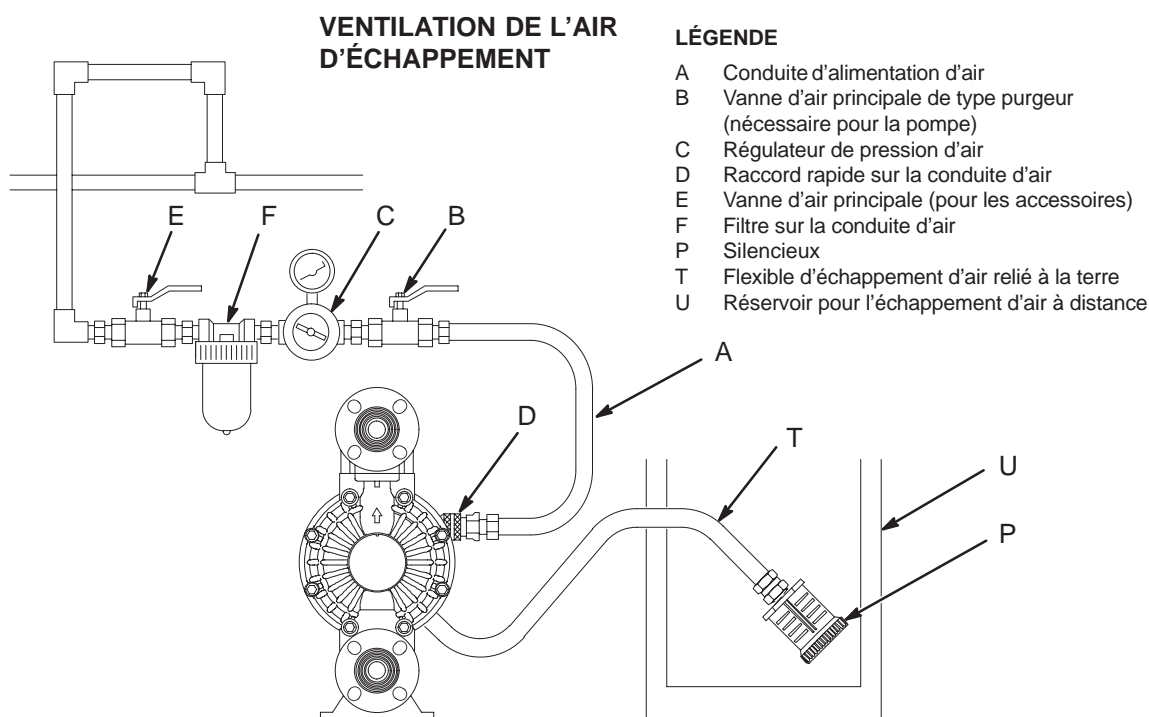

Fig. 6
Une membrane défectueuse provoquera l'échappement du produit pompé en même temps que l'air. Placer un réservoir approprié à l'extrémité de la conduite d'échappement d'air pour récupérer le produit. Voir Fig. 6.
1. Retirer le silencieux (P) de l'orifice d'échappement d'air de la pompe.
2. Installer un flexible d'échappement d'air relié à la terre (T) et raccorder le silencieux (P) à l'autre extrémité du flexible. Le flexible d'échappement d'air doit avoir un diamètre intérieur minimum de 19 mm (3/4 in.). Si l'on a besoin d'un flexible de plus de 4,57 m, choisir un diamètre supérieur. Veiller à ce que le flexible ne fasse pas d'angles trop aigus ni de nœuds. Voir Fig. 6.
3. Placer un réservoir (U) à l'extrémité de la conduite d'échappement d'air pour récupérer le fluide en cas de rupture d'une membrane.